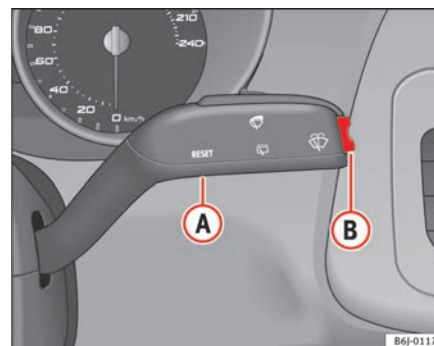

Fig. 32 Leva del tergicristallo: tasto A e tasto B
- Con il quadro acceso, premere il tasto ⇒ fig. 32 ① posto sulla leva del tergicristallo: in questo modo si passa da una memoria all'altra.